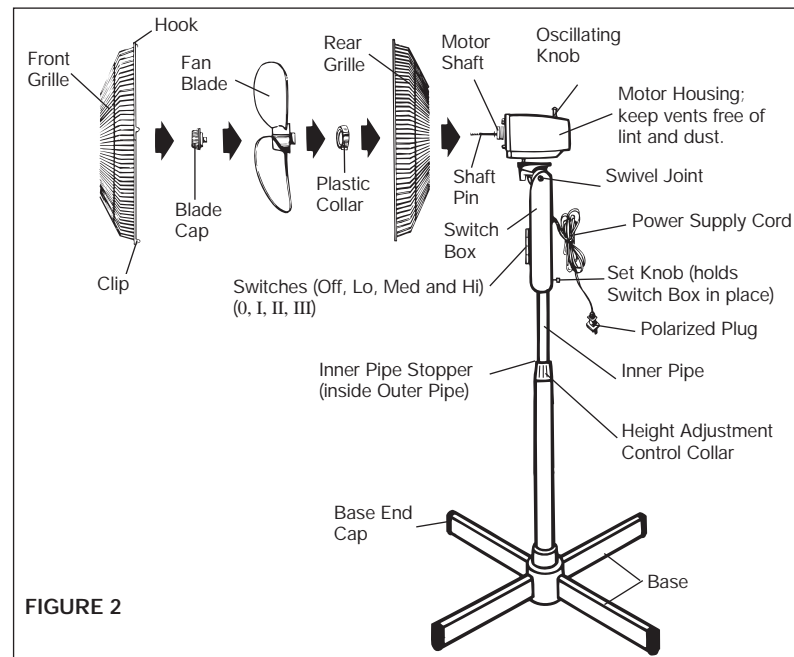

FIGURE 2
CAUTION: NEVER REMOVE THE SET KNOB WHICH HOLDS THE SWITCH BOX IN PLACE (See Fig. 2).
6. Insert the blade onto the motor shaft, matching the slot on the back of the blade with the shaft pin (Fig. 2). Secure blade with blade cap, turning counterclockwise to tighten.
8. Mount the front grille to the rear grille by positioning the hook on the front grille over the top of the rear grille. Secure the two grilles with the clips attached to the front grille (Fig. 2).
TO CLEAN: Before cleaning, turn fan off and unplug from electrical outlet. Wipe off excess dust with a lint-free cloth. To ensure adequate air circulation to the motor, keep vents located at the rear of the motor housing free from dust accumulation. A vacuum cleaner hose can be used to clean these vents. Do not immerse your fan in water or any other liquid. Disassemble grilles and blade (Fig. 2). Grilles and blade may be cleaned with mild soap and water. Use a soft, slightly damp cloth to wipe the remaining fan parts. Do not allow water or any other liquid to get into the motor housing or base. Reassemble fan after grilles and blade have dried completely. Do not plug fan into electrical outlet until it has been fully reassembled.
PRECAUCION: NUNCA RETIRE LA PERILLA PARA FIJAR, LA CUAL SOSTIENE EN SU LUGAR LA CAJA DEL INTERRUPTOR (Ver Fig. 2).
6. Coloque el aspa en el eje de la caja del motor, concordando la ranura de la parte de atrás del aspa con la clavija del eje (Fig. 2).
8. Fije la parrilla frontal a la trasera posicionando el gancho de la parrilla frontal en la parte superior de la parrilla trasera. Asegure las dos parrillas con los clips de la parrilla frontal (Fig. 2).
PARA LIMPIAR: Antes de limpiarlo, apague el ventilador y desenchúfelo. Sacuda el exceso de polvo con un paño libre de pelusas. Para asegurar una circulación adecuada de aire al motor, mantenga los orificios ubicados en la parte de atrás del motor libre de acumulación de polvo. Una aspiradora puede ser usada para limpiar estos orificios. No sumerja el ventilador en agua o cualquier otro líquido. Desensamble las parrillas y el aspa (Fig. 2). Las parrillas y el aspa pueden ser limpiadas con agua y jabón. Use un paño suave ligeramente humedecido para limpiar el resto de las partes del ventilador. No deje que agua o ningún otro líquido entre en la caja del motor o la base. Ensamble nuevamente el ventilador después que las parrillas y el aspa estén completamente secas. No lo enchufe hasta que no esté completamente ensamblado.